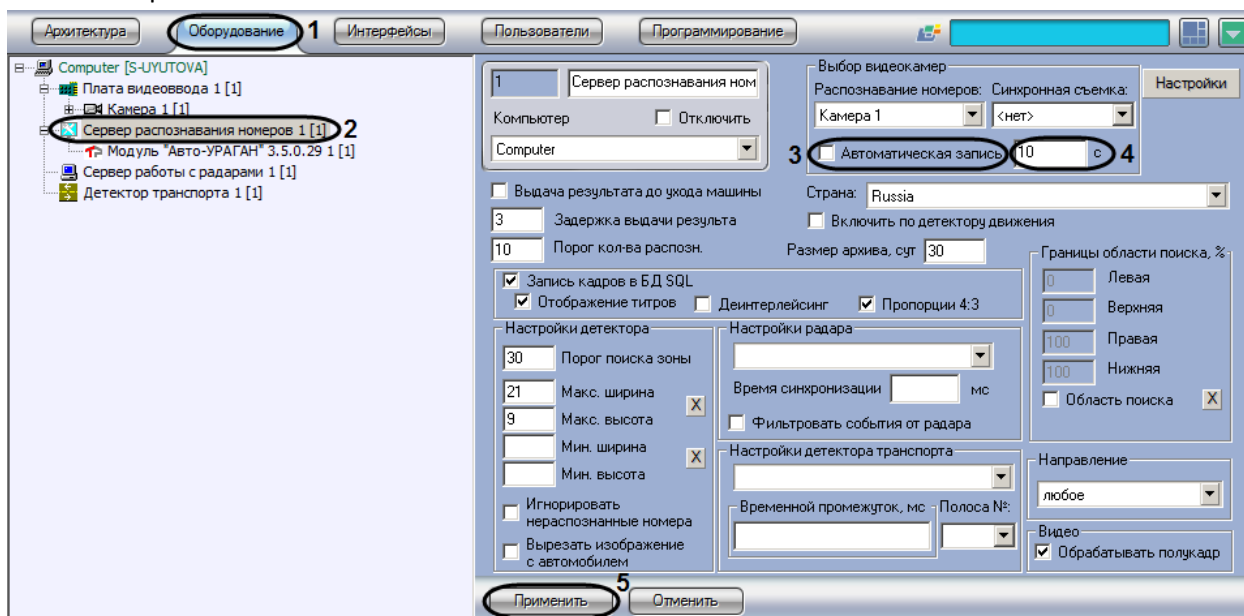

Рис. 7.2—8. Настройка параметров автоматической записи сигнала
1. В диалоговом окне «Настройка системы» перейти на вкладку «Оборудование» (Рис. 7.2—8, 1).
- В дереве объектов на вкладке «Оборудование» выбрать объект «Сервер распознавания номеров», соответствующий активированному программному модулю (см. раздел «Активация программного модуля, используемого для распознавания номеров», Рис. 7.2—8, 2). В правой части вкладки «Оборудование» отобразится панель настройки выбранного объекта.
- Установить флажок «Автоматическая запись» для активации функции автоматической записи видеосигнала при распознавании номерного знака транспортного средства (см. Рис. 7.2—8, 3).
- Указать длительность записи видеосигнала, осуществляющегося при распознавании номерного знака транспортного средства (см. Рис. 7.2—8, 4).